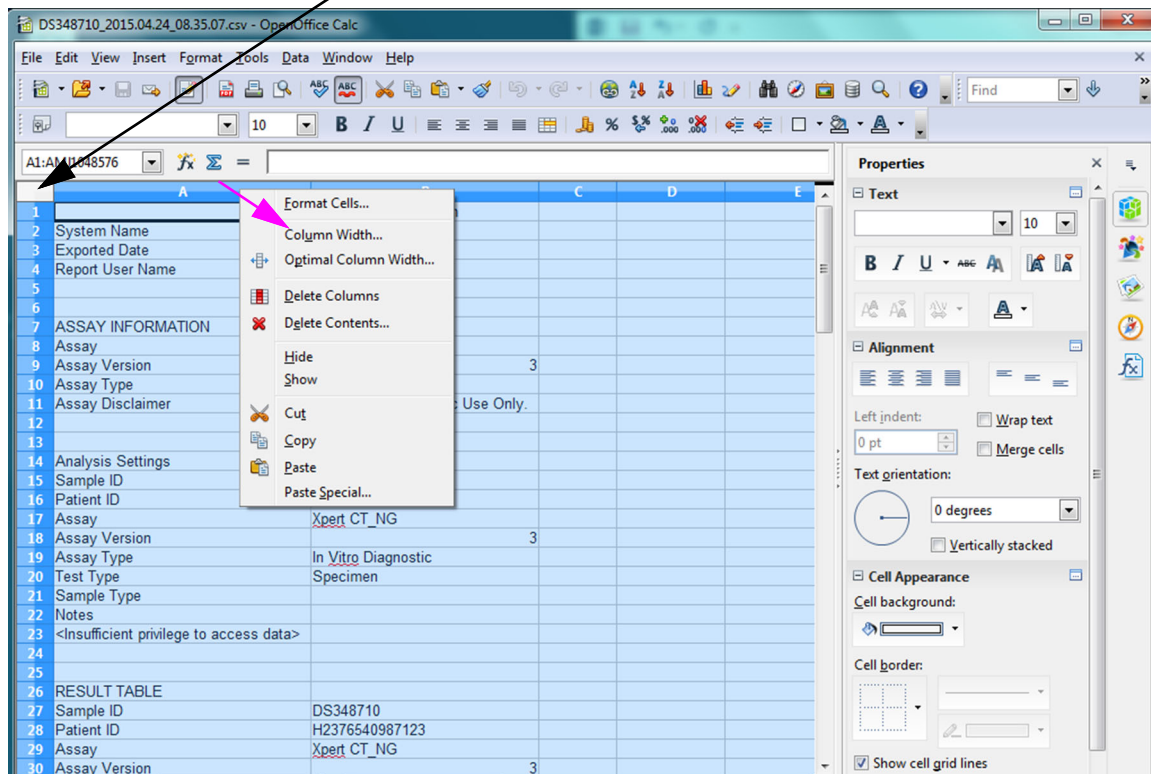

Figura D-6. Menú desplegable para seleccionar el ancho de columna
8. Haga clic con el botón derecho en el encabezado de la columna. Aparecerá un menú desplegable a la derecha de la columna (consulte la figura D-6).